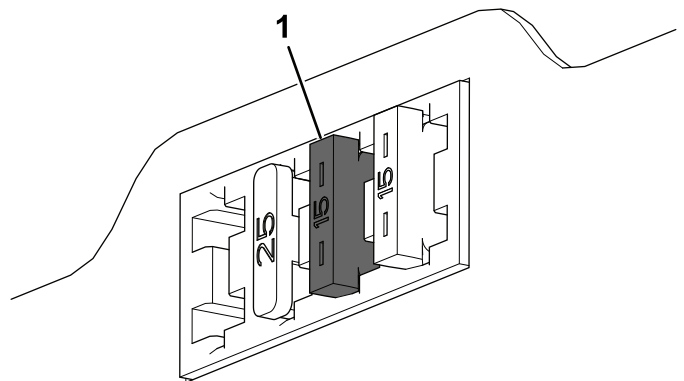

Figur 11
9. Fjern og avhend pluggen fra det fremre venstre rommet i bryterpanelet (Figur 11).
10. Koble den elektriske koblingen i bryteren, og monter bryteren i bryterpanelet (Figur 11).